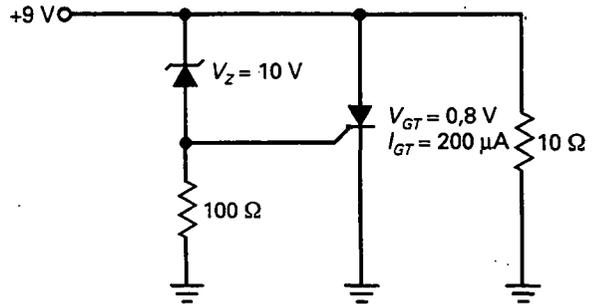

Figura 15-32
- 15-12. Calcule la tensión de alimentación que dispara el interruptor de la Figura 15-32.
- 15-13. Si el diodo zener de la Figura 15-32 tiene una tolerancia de ± 10 por 100 y la tensión de disparo puede ser tan alta como $1,5\text{ V}$, ¿cuál es la máxima tensión de alimentación para la cual la acción de protección se lleva a cabo?
- 15-14. Si la tensión zener en la Figura 15-32 se cambia de 10 a 15 V, ¿cuál es la tensión que dispara el SCR?
- 15-15. El diodo zener de la Figura 15-32 se sustituye por un 1N759. ¿Cuál es la tensión de alimentación que dispara el interruptor SCR?